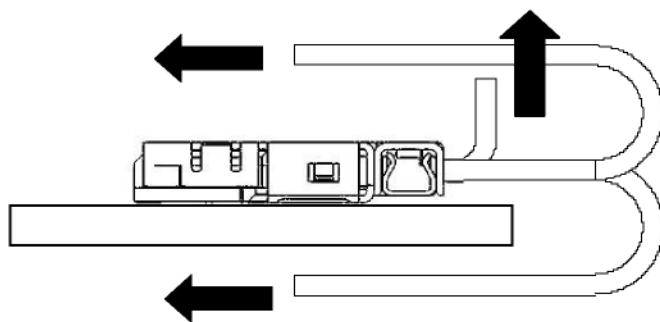

図 14 (Fig.14)
- 図 14 のように、矢印方向に常に力が加わるようなケーブルの引き回しを行うと、嵌合外れやコネクタの破損等の恐れがありますので、ご注意ください。
- Continuous force of the direction shown in black arrow in Fig. 14 can damage connectors or cause the coming off from receptacle connector. Please be careful NOT to apply such force.
- 请注意, 避免如图 14 所示的那样沿着箭头方向在 Cable 上施加外力使 Cable 发生转向, 因为这样做会使连接器产生脱落或者损坏。